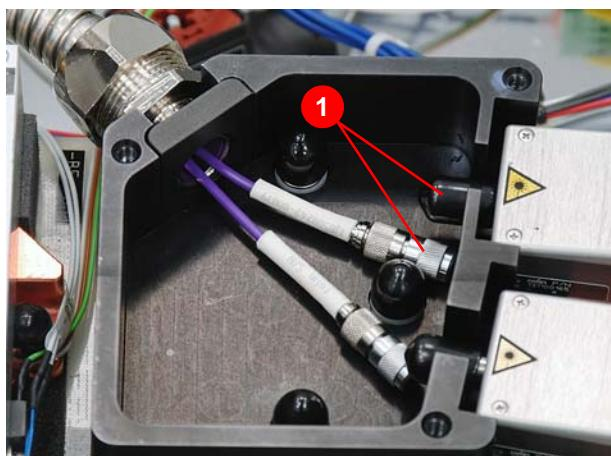

Abbildung 7.110 Glasfaserleitung von den Diodenmodulen abklemmen
- Staubschutzkappen auf die Glasfasern und die Anschlüsse an den Diodenmodulen (1) (Abbildung 7.110) anbringen.